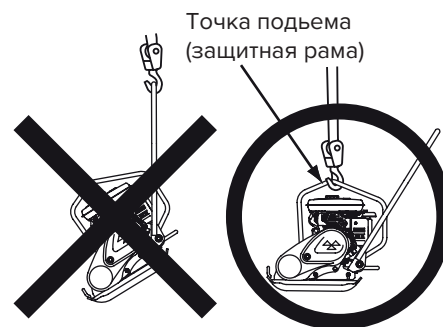

Рис.10
3. Зацепите крюк подъемного крана за предназначенную для подъема точку на защитной раме (рис. 10).